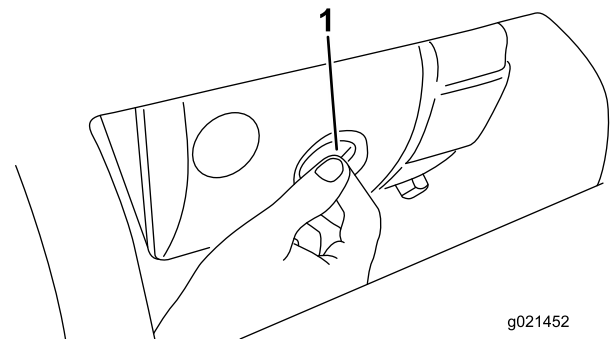

Figura 17
2. Desenrosque la tuerca de orejeta de plástico y retire la tapa (Figura 17).
7. Sujete la tapa firmemente con la tuerca de orejeta (Figura 17).